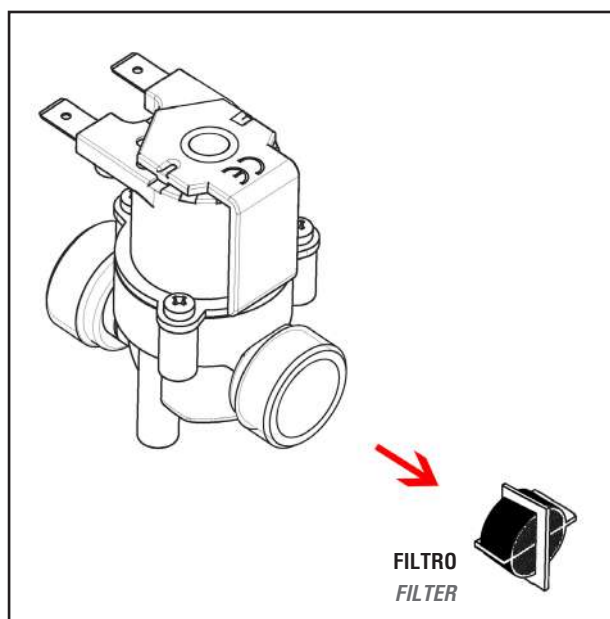

FIG. 1
- 1) Mantenere un getto aerato facendo costantemente: pulizia dell'aeratore, pulizia filtro rubinetti in ingresso, pulizia del filtro removibile che si trova nell'ingresso acqua dell'elettrovalvola (FIG. 1 PAG. 6). Si ricorda che le elettrovalvole non possono lavorare al di sotto della pressione di 1 bar quindi se la pressione non fosse sufficiente potrebbero non aprirsi e/o non chiudersi.
cleaning the aerator, cleaning the inlet filter, cleaning the removable filter located in the water inlet of the solenoid valve (FIG. 1 PAG. 6).